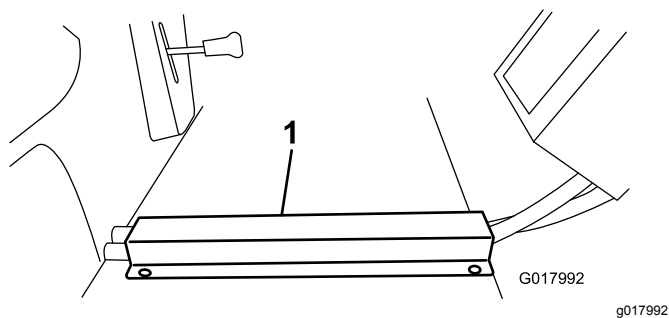

Figura 29
3. Posizionate la canalina del flessibile sui flessibili sul pavimento e allineate il bordo davanti con il bordo anteriore del pavimento. Segnate e praticate i fori sul pavimento, quindi installate le viti autofilettanti (Figura 29).